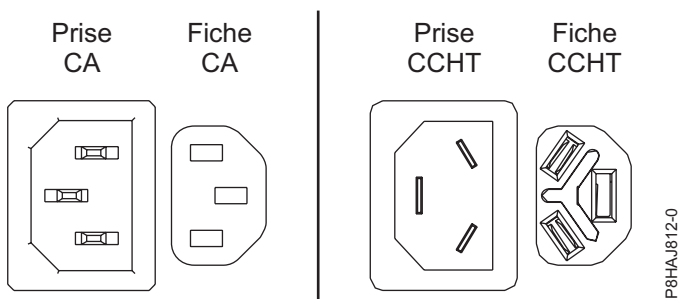
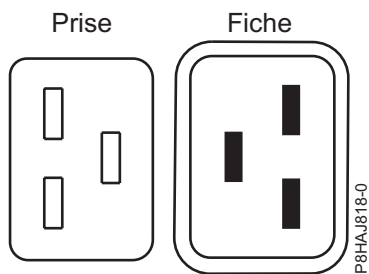
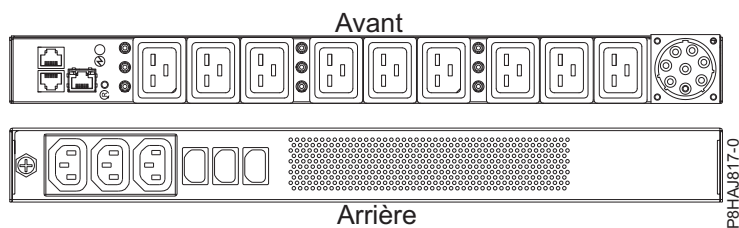

Figure 52. Connecteurs CA et CCHT
Figure 53. Connecteurs pour le système 8408-44E
Figure 54. Unité d'alimentation pour le système 8408-44E
La figure 52, à la page 67 représente les connecteurs pour courant alternatif (CA) et courant continu haute tension (CCHT) pris en charge. Les figure 53, à la page 67 et figure 54, à la page 67 illustrent les